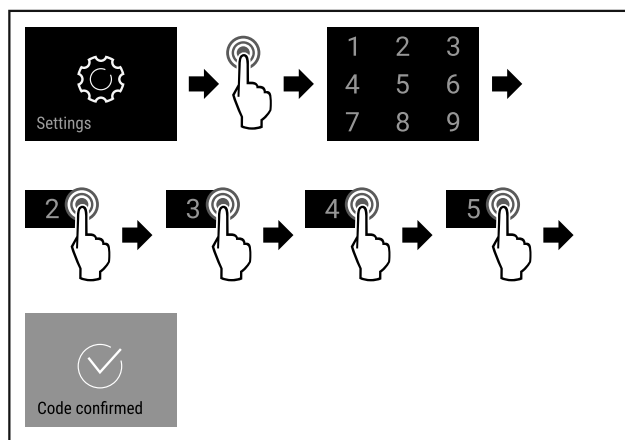

Fig. 90
- Eseguire i passi (vedere Fig. 90). Inserire il codice PIN.